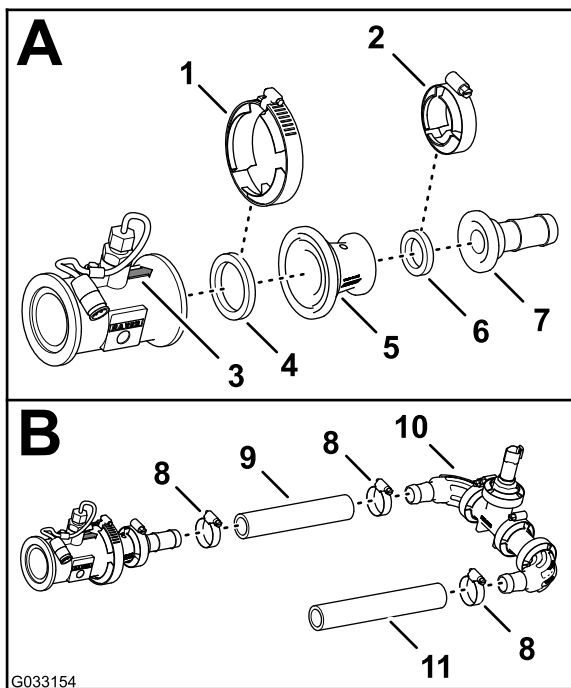

Bild 125
1. Fluchten Sie die Dichtung (2-1/4") und den Reduzierstückadapter mit dem Ende des Durchflussmessgeräts aus, zu dem der Richtungspfeil zeigt (Bild 125).
- Befestigen Sie das Durchflussmessgerät, die Dichtung und den Reduzierstückadapter (Bild 125) mit einer Flanschklebme (76 mm).
- Fluchten Sie die Dichtung (2-1/4") und das gezahnte Schlauchanschlussstück mit dem Ende des Reduzierstückadapters aus (Bild 125).
- Befestigen Sie das gezahnte Flanschanschlussstück, die Dichtung und den Reduzierstückadapter (Bild 125) mit einer Flanschklebme (51 mm).
- Befestigen Sie den Schlauch (1" x 7-1/4") am gezahnten Flanschanschlussstück und dem gezahnten Krümmer des Druckwandlers und Verteilers, wie in Bild 125 abgebildet.
- Befestigen Sie den Schlauch und die gezahnten Anschlussstücke mit zwei Schlauchklebmen (Bild 125).
- Befestigen Sie den Schlauch (1" x 8-1/2") am anderen gezahnten Krümmer des Druckwandlers und Verteilers, wie in Bild 125 abgebildet.
- Befestigen Sie den Schlauch und das gezahnte Anschlussstück mit einer Schlauchklebme (Bild 125).